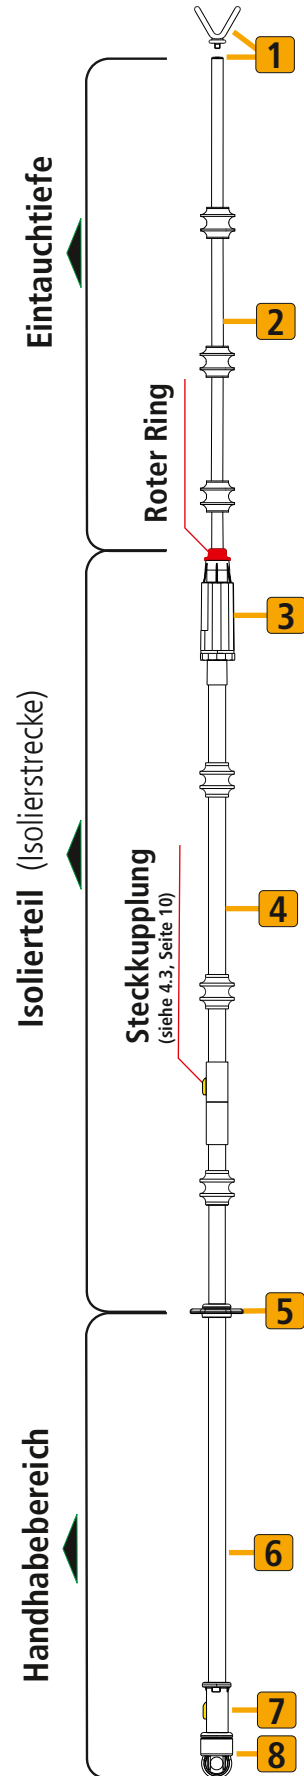
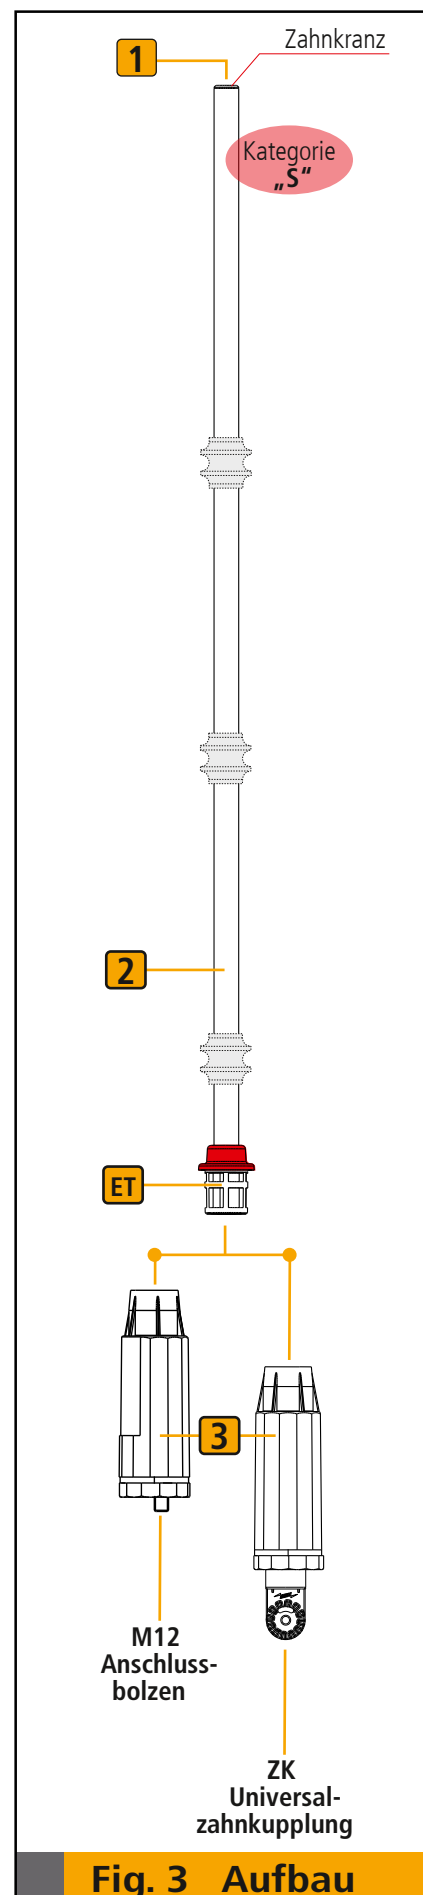

Fig. 2
Fig. 3 Aufbau
Spannungsprüfer der Typen **PHE3...** sind mehrteilig (siehe Pkt. 4 Zusammenbau und Fig. 2 - 3).
Spannungsprüfer vom Typ **PHE3...** sind drei- oder mehrteilig, d.h. mit abnehmbarer Isolierstange und abnehmbarer Prüfspitze und ggf. mit einer oder mehreren Handhabeverlängerungen ausgeführt (siehe auch Fig. 2, Seite 5).
Die Prüfspitze des Spannungsprüfers **PHE3...** der "Bauform **"S"** ist am oberen Ende (Prüfelektrode **1**) mit einem Zahnkranz ausgestattet. Dieser ermöglicht ein sicheres Antasten an das Anlagenteil (siehe Fig. 3).
(siehe hierzu auch Fig. 2, Seite 5).
5. Hinweise zur sicheren Handhabung (siehe auch Fig. 2, Seite 5 und Fig. 3, Seite 6).
Der Spannungsprüfer kann nun mit der Prüfelektrode **1**, (siehe Fig. 2, Seite 5 und Fig. 3, Seite 6) an das zu prüfende Anlagenteil herangeführt werden. Der entsprechende Spannungs-/Betriebszustand des zu prüfenden Anlagenteils wird nun optisch und akustisch über die Anzeigesignale des Prüfers angezeigt (siehe Fig. und Tabelle 6.3.2). Die Spannungsprüfung darf nur solange durchgeführt werden, wie die grüne Lampe ein Dauerlicht, d. h. Prüfbereitschaft zeigt. Nach seiner **Betriebsbereitschaft** (siehe Pkt. 6.3.2) schaltet sich das Gerät automatisch ab. Bei weiteren Prüfungen muss erneut die Taste "**TEST**" gedrückt und die Funktionskontrolle durchgeführt werden. Dazu muss der Nennspannungswahlschalter auf **Stellung "3...10 kV"** geschaltet werden. Der Prüfer ist dann sofort wieder prüfbereit.